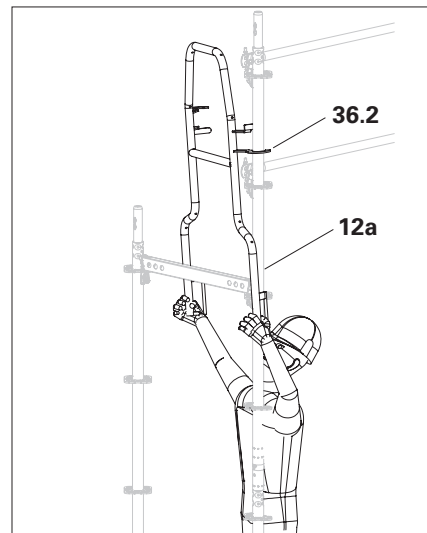

Fig. A5.14b
2. Passando intorno al montante verticale (12a) dall'esterno, afferrare il parapetto di chiusura all'estremità del tubo. (Fig. A5.14b)
3. Ruotare il parapetto di chiusura per metà verso il basso e agganciare la forcella (36.2) al montante verticale esterno. (Fig. A5.14b)